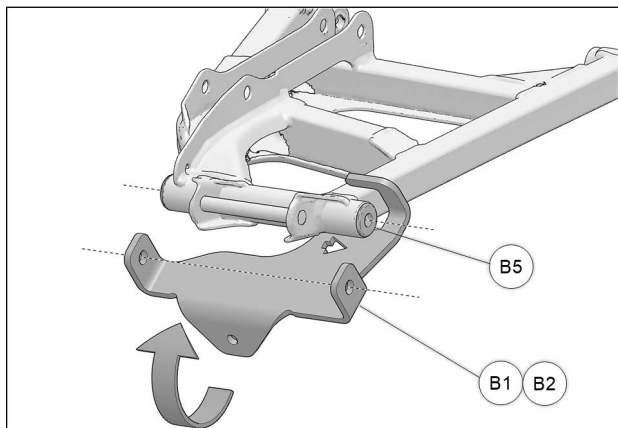

Fig. 6
6. Pivoter l'ancrage (B1-B2) vers le haut et aligner les trous de l'ancrage avec les bagues (B5). Voir Fig. 6